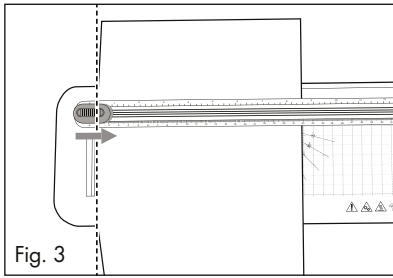

Fig. 3
- 3) Utilisez les repères sur la règle de coupe 1 pour aligner exactement le papier/film si vous souhaitez par exemple le raccourcir ou le couper en biais (voir fig. 3 et 4).